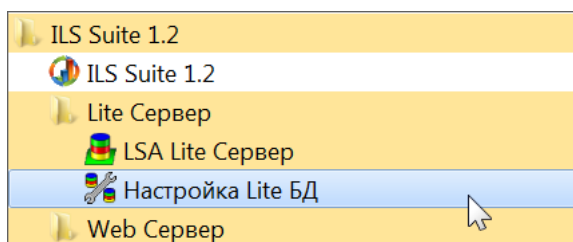

Рис. 4-1 – Меню запуска модуля
- 1) Открыть модуль «Настройка Lite БД»¹⁾ (рис. 4-1).